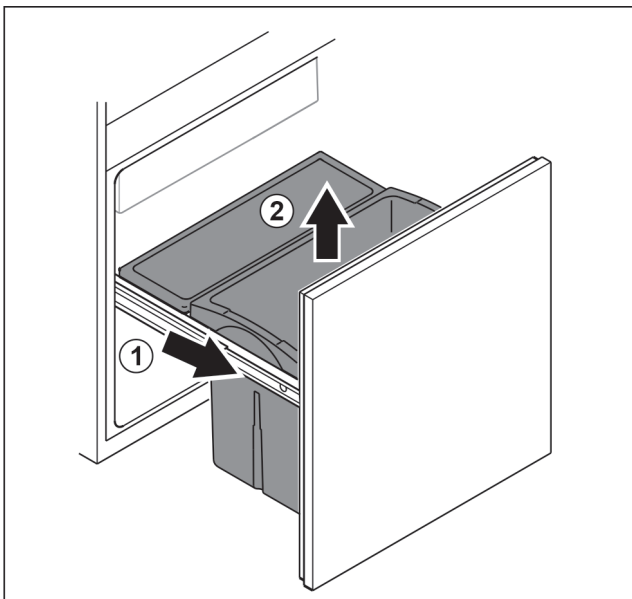

Fig. 97
- ▶ Изтеглете изтеглящата се ракла докрай. Fig. 97 (1)
- ▶ Извадете чекмеджето нагоре. Fig. 97 (2)